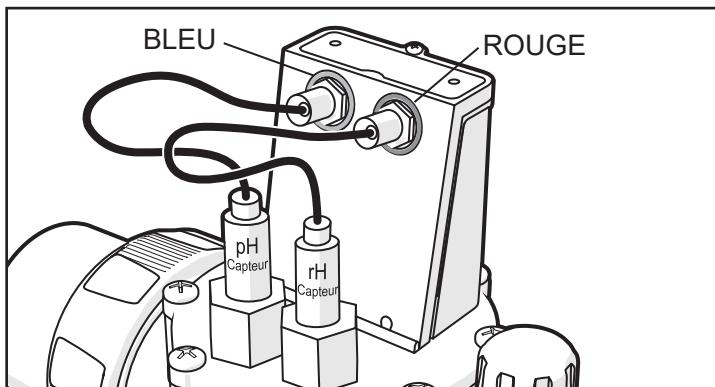

Figure 4. Raccorder les fils de capteur
10. Raccorder le connecteur du capteur BNC bleu pH au connecteur côté gauche étiqueté BLEU de la carte de circuit imprimé électronique. Voir la figure 4.
11. Raccorder le connecteur du capteur rH BNC rouge au connecteur côté droite étiqueté ROUGE de la carte de circuit imprimé électronique. Voir la figure 4.